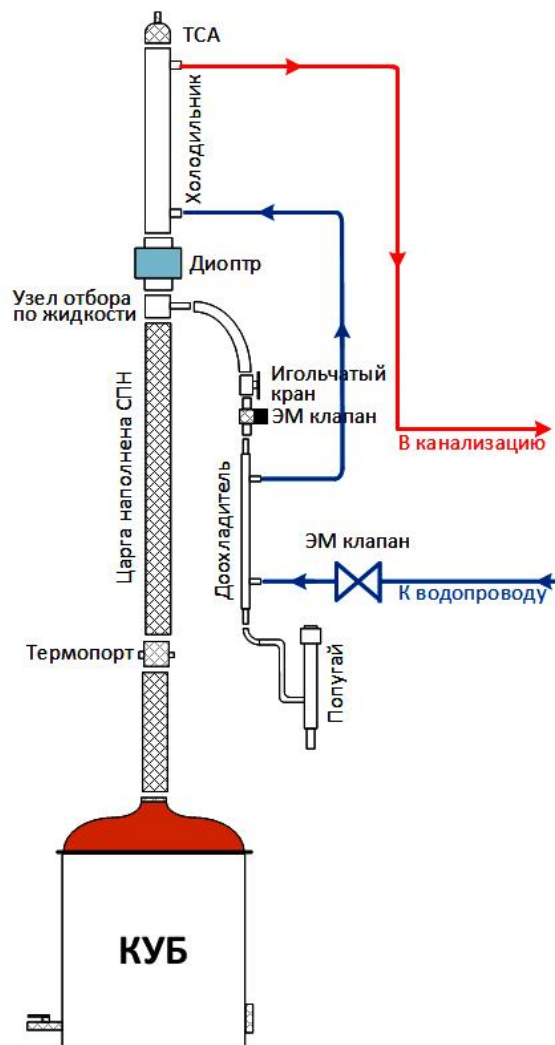

Рис.1. Ректификационная колонна.
1. Собрать колонну как на рис.1.
6. Электромагнитный клапан на подачу воды охлаждения (нормально открытый), установить, как показано на рис.1.